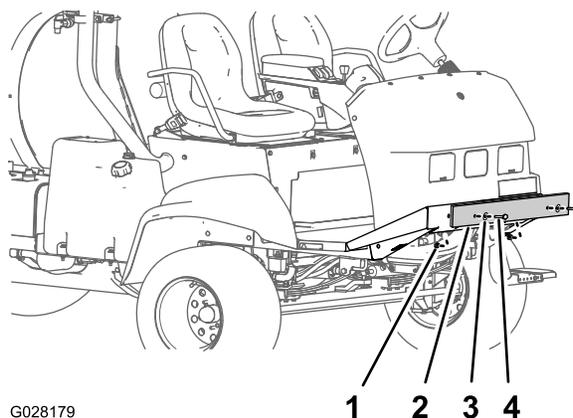

Figura 6
- 1. Retire os parafusos, anilhas e porcas que fixam o para-choques de transporte à placa do chassis dianteira (Figura 6).
- 2. Remova o para-choques de transporte da máquina (Figura 6).